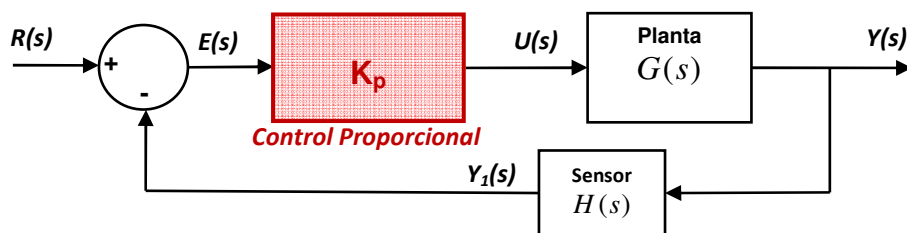

Figura 11.8.- Sistema de control con un controlador proporcional
Por lo tanto, la representación de un controlador proporcional en diagrama de bloques es como se muestra en la figura 11.8.
**Ejemplo:** Si consideramos el control proporcional de velocidad para el motor de CD, entonces podemos obtener la Función de transferencia del sistema de lazo cerrado de la figura 11.8,